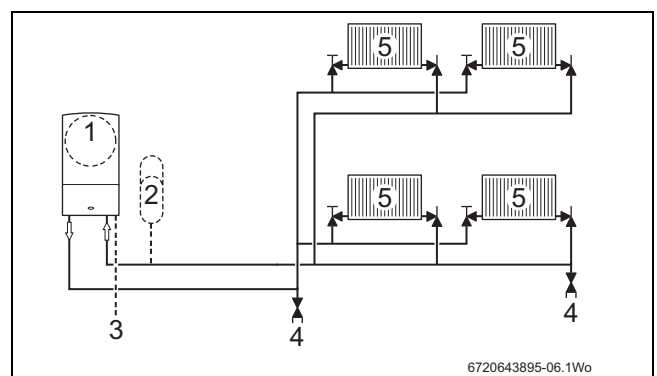

Fig. 15 Sistema fechado
**Chaves para figs. 15 e 16:**